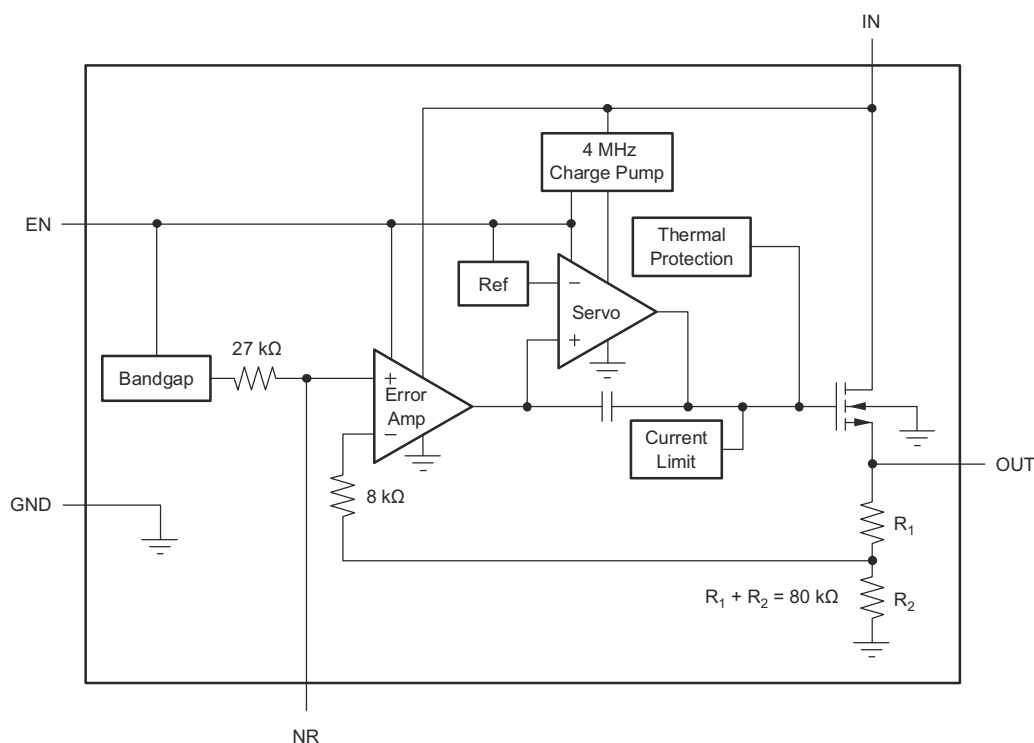
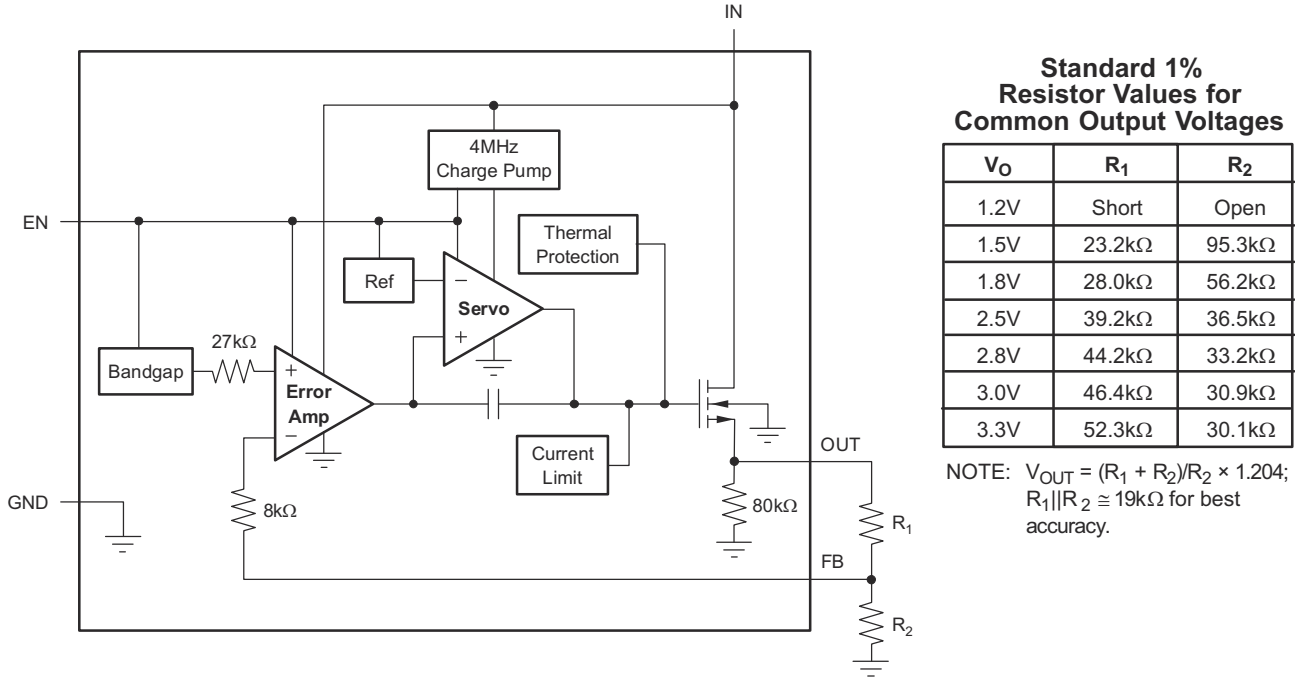

図 6-1. 固定電圧バージョン
図 6-2. 可変電圧バージョン
EN ピンを low に駆動した後、いずれのピンにも逆電流を遮断するためのバイアス電圧は必要ありません。逆電流とは、OUT ピンに電圧が印加されることによって IN ピンから流れ出す電流を指します。80k Ω の内部抵抗分圧器がグランドに接続されているため、OUT ピンに追加の電流が流れます (図 6-1 および 図 6-2 を参照)。
R_1 と R_2 は、出力電圧に応じて 図 7-2 の式で求めることができます。一般的な出力電圧の抵抗値の例を 図 6-2 に示します。
2.5V 出力についての値を使用すると、図 6-2 の値を使用すると、 R_1 の値は **39.2kΩ**、 R_2 の値は **36.5kΩ** になります。